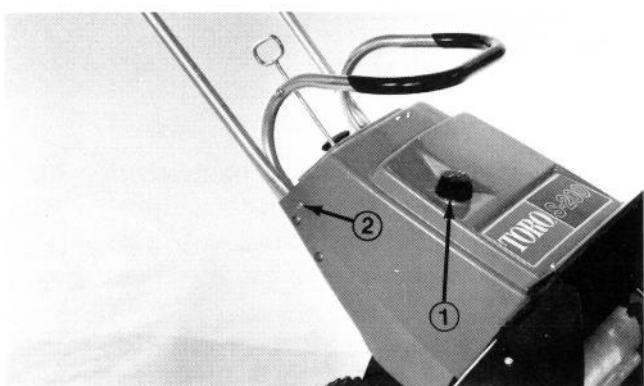

Figure 19
2. Enlevez le bouchon du réservoir de la déneigeuse (Figure 19).
3. Enlevez les deux vis auto-taraudeuses qui retiennent les côtés de la garde supérieure, puis enlevez celle-ci (Fig. 19). Reposez ensuite le bouchon sur le réservoir à essence.
8. Enlevez le bouchon du réservoir à essence de la déneigeuse et remettez la garde en place (Figure 19). Reposez le bouchon.
10. Engagez le panneau avant dans les rainures de la garde supérieure. Fixez les côtés de la garde supérieure à l'aide de deux vis auto-taraudeuses de 12,7 mm (Figure 19).